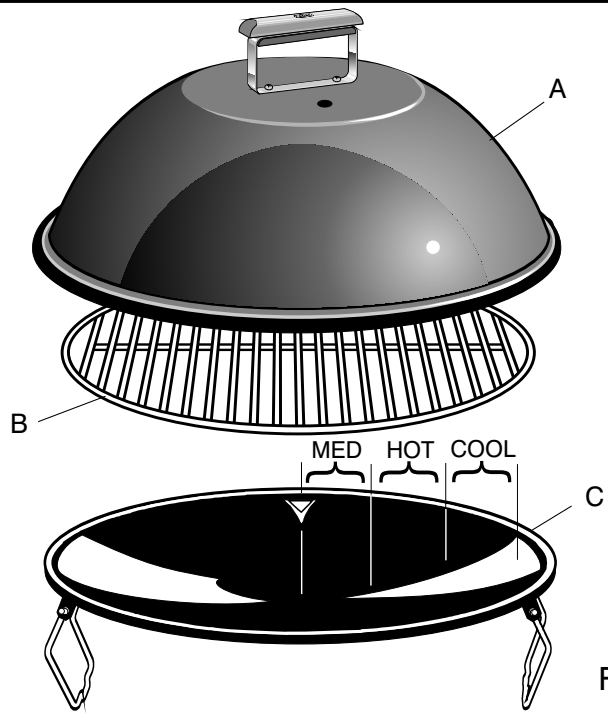

FIG 1
- Ga na of de "O" Ring als er een is en de rubberen dichting aan de onderkant van de stam goed zitten en in goede conditie verkeren vooraleer het toestel weer aan de gascilinder gekoppeld wordt. (Zie Fig.1) In geval van twijfel moet men deze vervangen.